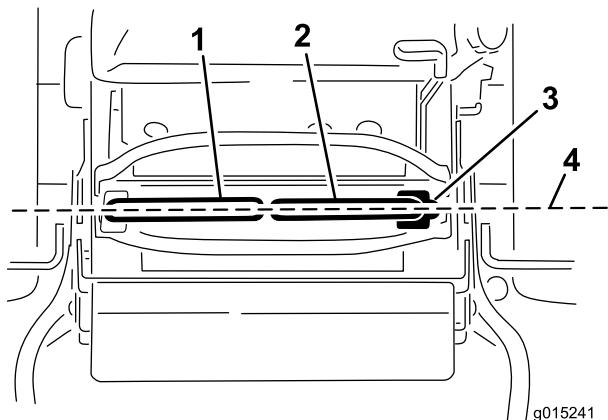

図 27
5. 右ケーブル調整器を回して、右側コントロールレバーがコントロールパネルのニュートラルロックスロットの中央にくるようする (図 27)。